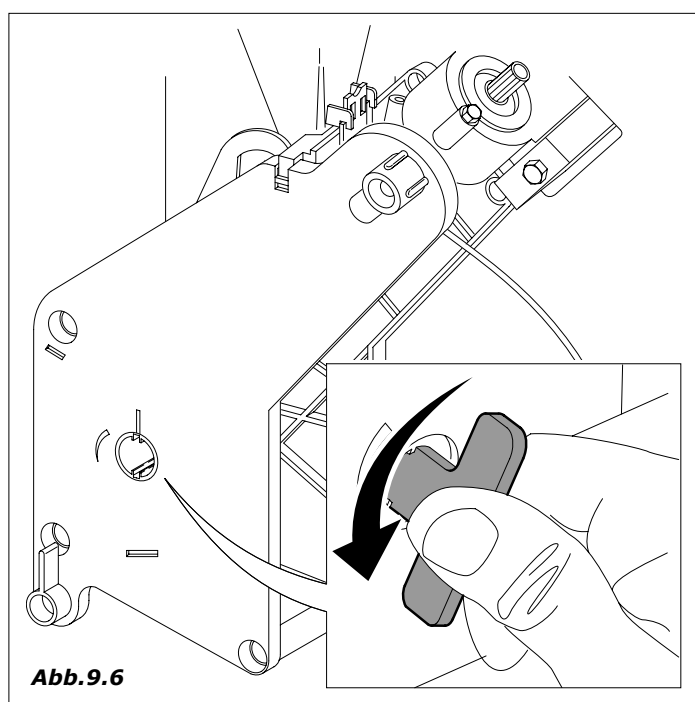

Abb. 9.6
- Kaffeepulverreste mit Hilfe des Pinsels von der Kaffeegruppe entfernen; dazu kann die Gruppe von deren Aufnahme herausgezogen werden, um das Putzen zu vereinfachen (Abb. 9.6).